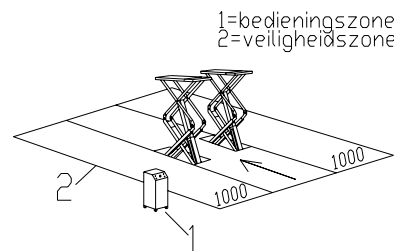

Fig.6
De veiligheidszone (Fig.6) wordt gedeeltelijk bepaald door de afmetingen van het te heffen voertuig.
De fabrikant wijst alle claims af van verwondingen aan personen of schade aan voertuigen en andere objecten veroorzaakt door incorrect en / of ongeoorloofd gebruik van de hefbrug. Tijdens stijg- en daalbewegingen moet de bediener zich in de bedieningszone (1) bevinden, zoals aangegeven in Fig.6. De aanwezigheid van personen in de veiligheidszone (2) is ten strengste verboden. De aanwezigheid van personen onder het voertuig is alleen toegestaan als het voertuig geparkeerd is in de geheven stand.